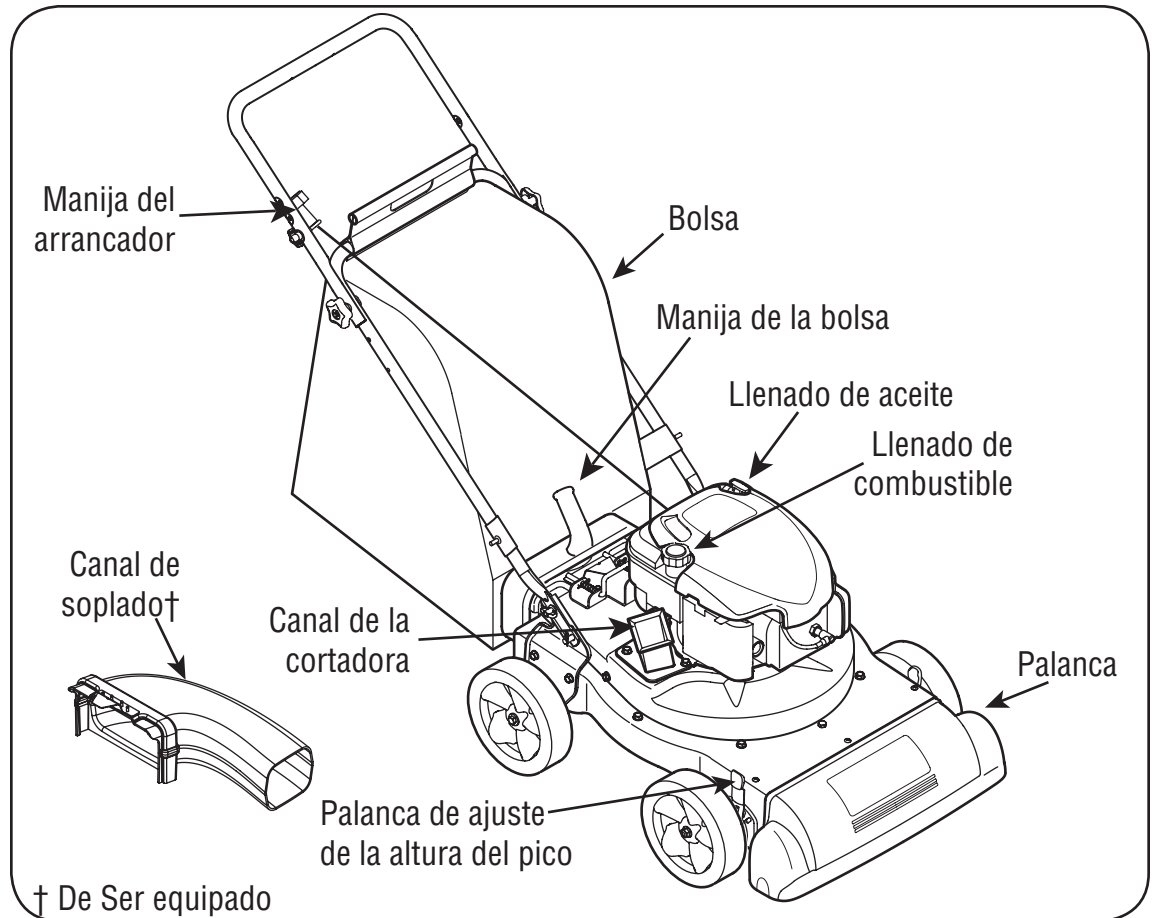

Figura 4-1
Permite que las ramas pequeñas de hasta 1-1/2" de diámetro ingresen al motor para picarlas. Vea la figura 4-1.
Se utiliza para tomar la bolsa para colocarla, sacarla y vaciarla. Vea la figura 4-1.
El mango de juez de salida es atado al mango superior derecho. Soporte detrás de unidad y tirón el mango de juez de salida para comenzar motor. Vea la figura 4-1.
1. Verifique el nivel del aceite y agregue más de ser necesario. Siga las instrucciones el manual del motor. Vea la ubicación del tapón de llenado de aceite en la Figura 4-1.
2. Realice el servicio del motor con gasolina como se indica en el manual del motor. Vea la ubicación del tapón de llenado de combustible en la Figura 4-1.